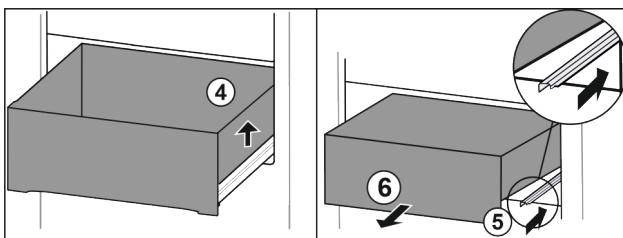

Fig. 72
- Nadvihnite zásuvku doprava. Fig. 72 (4)
- Zasuňte pravú koľajničku. Fig. 72 (5)
- Odoberte zásuvku dopredu. Fig. 72 (6)